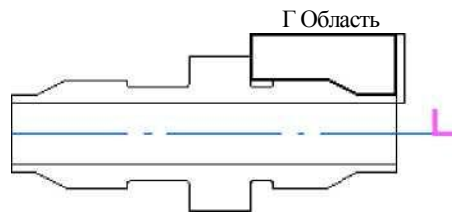

Рисунок 30
4. Нажмите кнопку «Добавить» и укажите контур, определяющий границы области (см Рисунок 30).